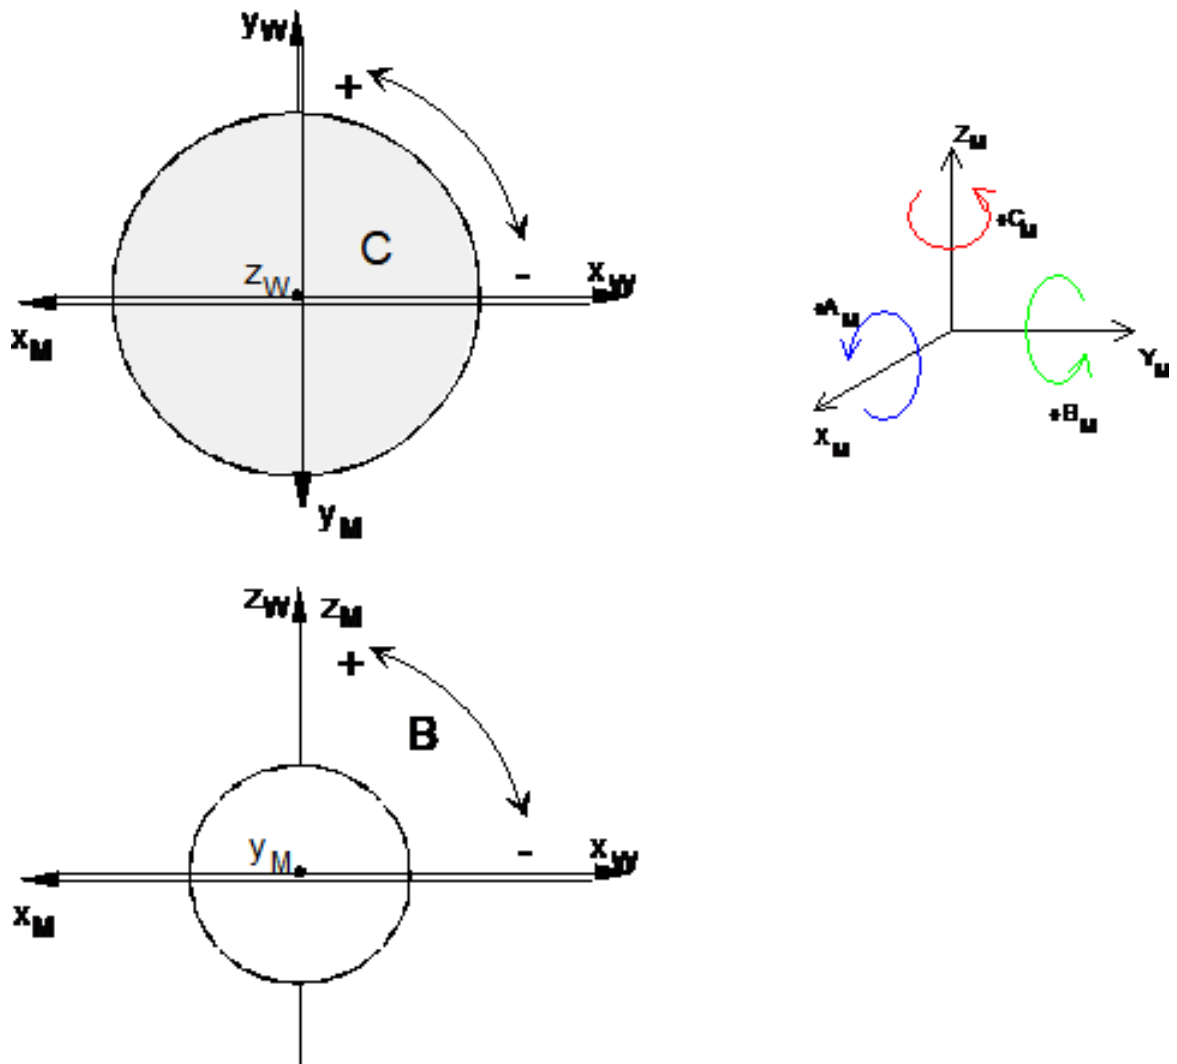

Abb. 2: Koordinatensysteme und Bewegungsrichtungen
- Die positive Bewegungsrichtung der translatorischen Maschinenachsen und die Drehrichtung der rotatorischen Maschinenachsen ergibt sich entsprechend Bild 2. Zu beachten ist, dass die Maschine auch in konventioneller 2.5 D Betriebsart korrekt positioniert werden kann. Z.B. fährt der Drehteller mit dem Werkstück nach links, wenn X100 programmiert wird!